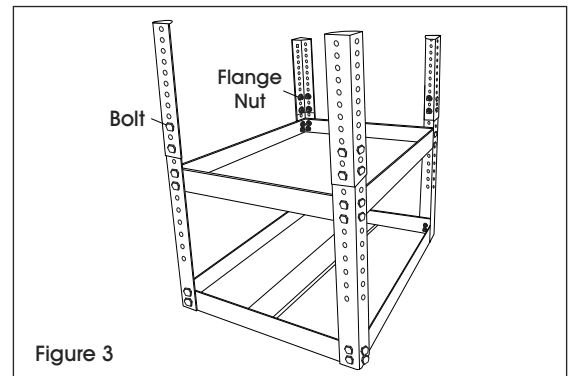

Figure 3
5. Place feet at desired height on outside of legs and attach using four bolts and four flange nuts on each foot. Tighten all bolts. (See Figure 3)
5. Placez les pattes à la hauteur désirée à l'extérieur des pieds et fixez-les avec quatre boulons et quatre écrous à embase sur chaque patte. Serrez tous les boulons. (Voir Figure 3)